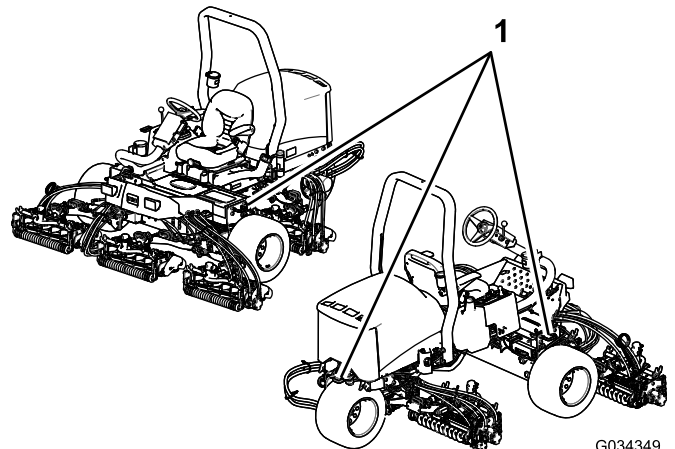

Figura 44
- Amarre la máquina firmemente con correas, cadenas, cables o cuerdas. Tanto las correas delanteras como las traseras deben orientarse hacia abajo y hacia fuera respecto a la máquina; consulte Figura 44.